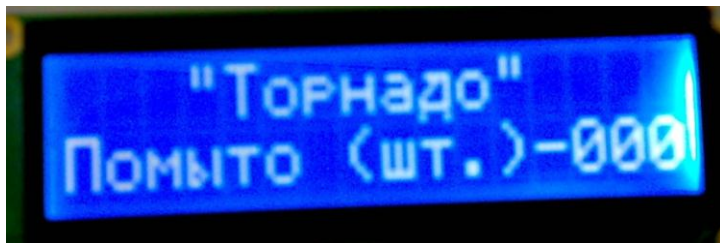

Рис. 7.2.
5.5. В ждущем режиме дисплей отображает количество помытых колес (рис.7.2). При достижении количества равного 300 колес на экране высветится надпись: «Замените воду». Для обнуления счетчика и сброса сообщения необходимо, не выключая питания, нажать и удерживать кнопку «Обдув воздухом «V» до тех пор пока сообщение не пропадет (3-5с).